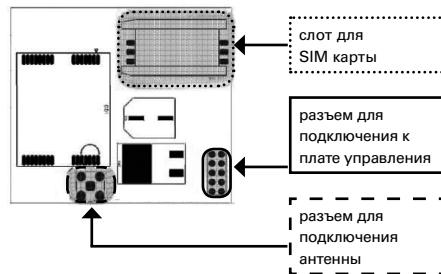

Рис. 1. Вид платы GSM-модуля
2. Установите SIM-карту (Beeline, MTS) в слот на GSM-модуле (см. рис. 1).
5. Протяните кабель антенны через отверстие в корпусе котла и подключите кабель к разъему на плате модема (см. рис. 1).